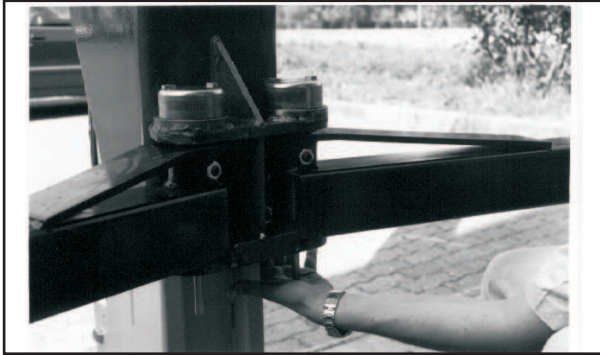

Fig.45 Abb.45
6 - Verificare il corretto funzionamento del dispositivo di bloccaggio bracci, premendo verso l'alto il perno spingimolla (1) e ruotando il braccio in uno dei 2 sensi, così che dopo una breve rotazione il perno ritorni nella sua posizione (Fig.45).
6-Check the arms blocking system works properly: push the spring thrusting pin (1) upwards, rotate the arm until the pin comes back to its position (fig. 45)
6 - Vérifier le fonctionnement correct du dispositif de blocage des bras en poussant vers le haut la tige poussoir (1) et en tournant le bras dans un sens ou dans l'autre. En relâchant la tige poussoir, le bras doit se bloquer après une faible rotation (Fig. 45).
- Den einwandfreien Betrieb der Armsperrvorrichtung prüfen, indem der Federschiebezapfen (1) nach oben gedrückt und der Arm in eine der beiden Richtungen gedreht wird, sodaß der Zapfen nach einer kurzen Drehung in seine Ausgangsposition zurückkehrt (Abb. 45).
6 -Comprobar el correcto funcionamiento del dispositivo de bloqueo de los brazos, empujando hacia arriba el perno para fijación resorte (1) y girar el brazo en cualquier dirección. Después de una breve rotación el perno volverá a su posición (fig. 45).